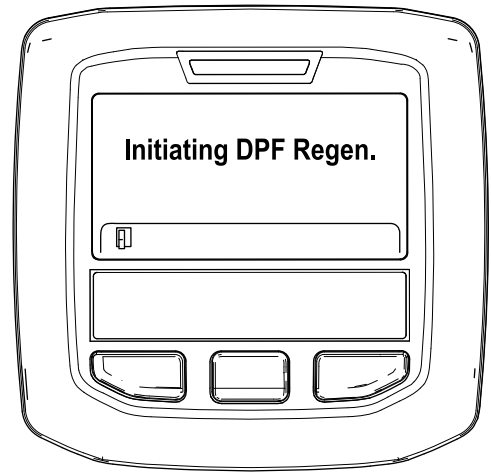

Figure 44
- A. Le message « Initiating DPF Regen. » (lancement régén. FAP) s'affiche (Figure 44).